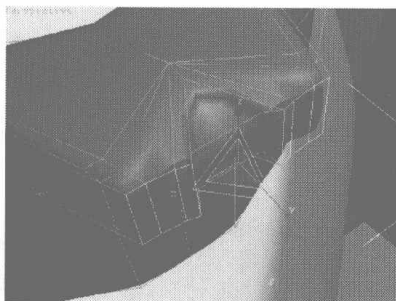
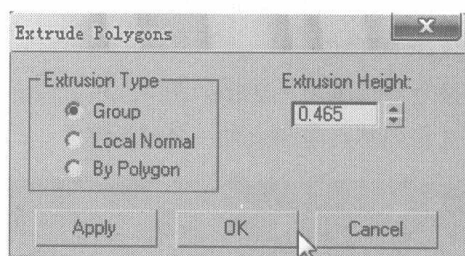
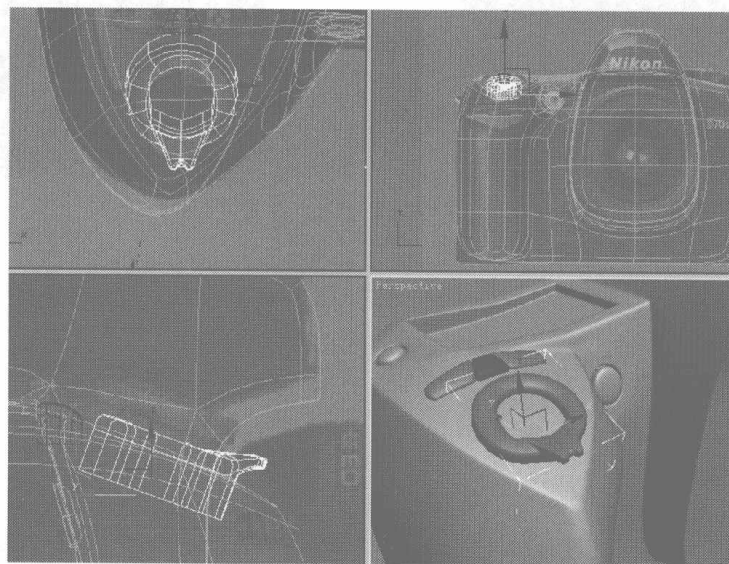

图 6.129
图 6.130
图 6.131
- 09 选择如图 6.129 所示的面，在 Edit Polygons 卷展栏中单击 **Extrude** 右侧的小按钮，在弹出的对话框中设置挤压参数，如图 6.130 所示，然后将其调整到合适的位置，如图 6.131 所示。